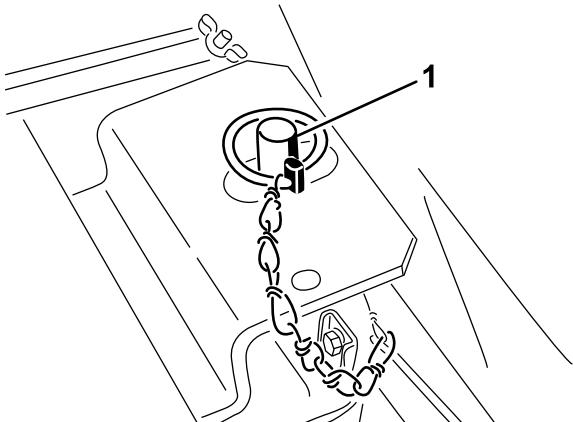

Figura 11
- Desenganche la varilla de soporte y bájela. Baje el asiento e introduzca el pasador de seguridad a través del espárrago de la pletina de enganche del asiento. Coloque el anillo de alambre encima del espárrago (Figura 11).
8. Desenganche la varilla de soporte y bájela. Baje el asiento e introduzca el pasador de seguridad a través del espárrago de la pletina de enganche del asiento. Coloque el anillo de alambre encima del espárrago (Figura 11).